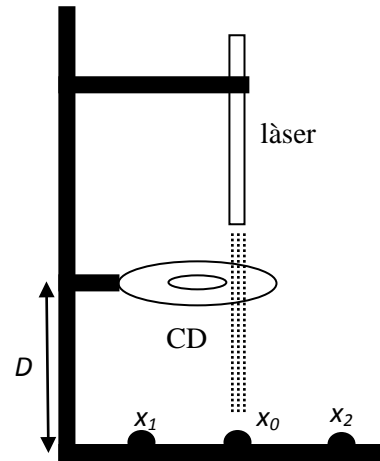

Figura 10
1. Ajusteu el sistema de subjecció del CD de forma que aquest estigui a 15 cm del peu del suport. Com s'indica a la figura 10 cal que el làser estigui orientat **perpendicularment** a la superfície del disc òptic.